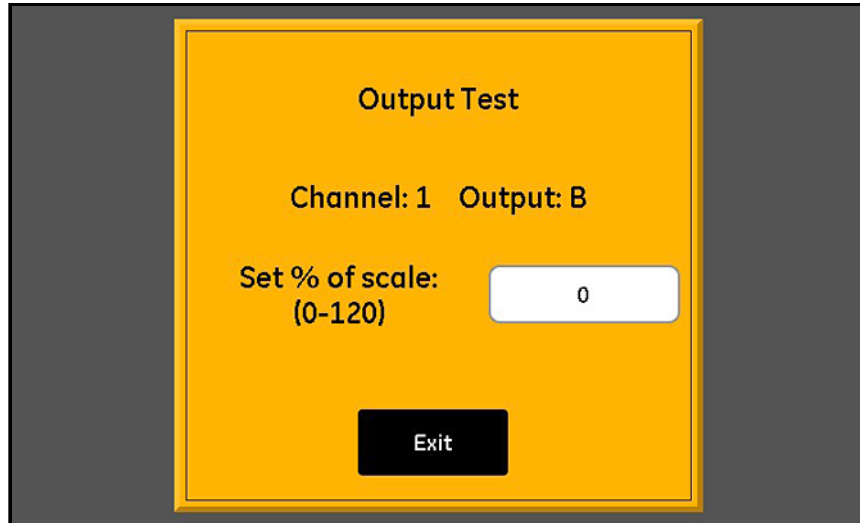

Figure 44: Écran Test sortie
1. Touchez le **Canal (1-6)** et la **Sortie (A ou B)** à tester, puis touchez **Test** pour ouvrir un écran semblable à celui illustré à la *Figure 44* ci-dessous.